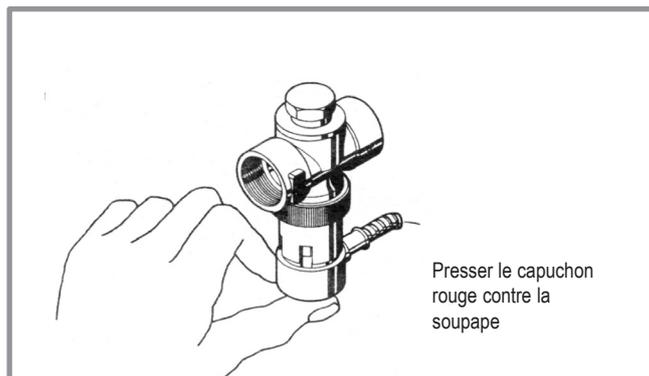

fig. 36 - Vanne de sécurité thermique
- Presser le capuchon rouge contre la soupape (*fig. 36*)